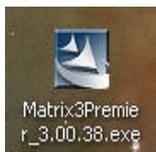

FIG. 3
3. Fare doppio clic sull'icona Matrix3Premier.exe (FIG. 3).